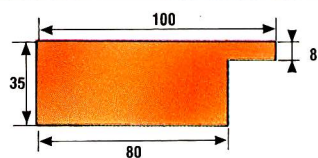

FIGURE 1.
La construction, on s'en doute, est simple ; la pile est composée de 8 électrodes découpées avec des ciseaux : 4 dans une feuille de laiton ou de cuivre, 4 dans une feuille de zinc (1). La **figure 1** donne les dimensions d'une électrode.